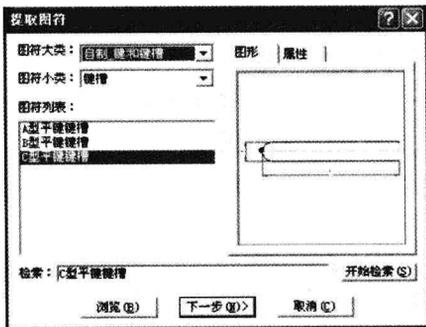
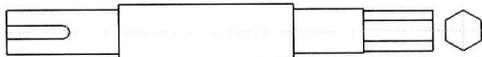

图1-8 C型键槽
图1-10 键槽完成
⑤ 单击工具栏上“提取图符”按钮，相关参数如图1-8、1-9所示，将图符定位点定位于一端交点，输入图符旋转角度“180°”，按“Enter”键完成，如图1-10所示。